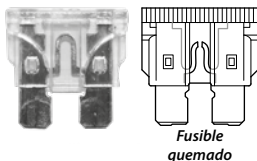

Imagen 30. Fusible.
3. Localizar los portafusibles. Ver imagen 30.